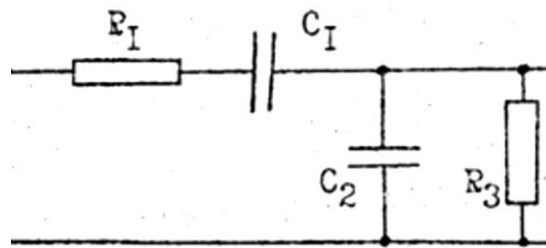

Рис. 10
Объекты исследования: последовательная RC -цепь, фильтр Вина (рис. 10), последовательный колебательный контур.
3. Выпишите аналитическое выражение для переходной характеристики фильтра Вина (рис. 10). Определите момент времени, соответствующий максимуму переходной характеристики.